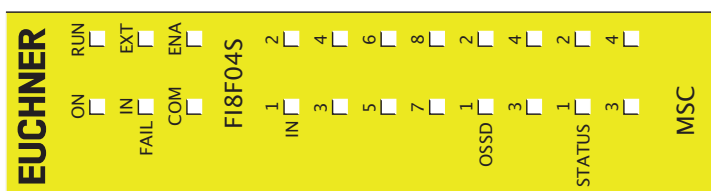

Figure 31:
8.4.4. Module F18FO4S (Figure 31)